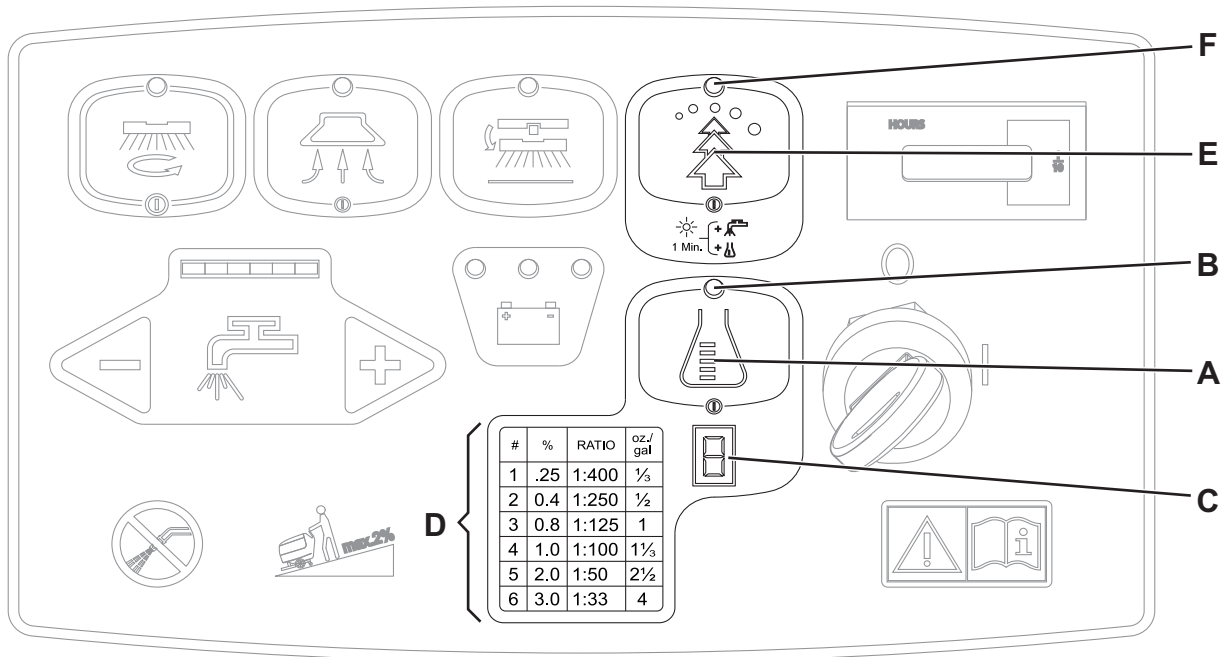

Рис. 5
Система, использующаяся для смешивания моющего средства с водой, включается с помощью переключателя регулирования расхода моющего средства (A, рис. 5): когда горит светодиодный индикатор (B), чистящее средство добавляется в мытьевую воду.
Нажмите на переключатель EcoFlex™ (E, Fig. 5), когда временно требуется большая моющая способность.